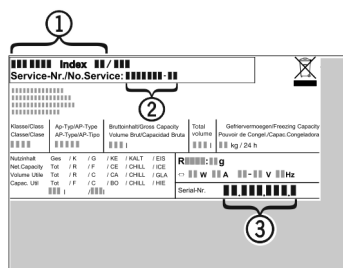

Fig. 11
► Relever la désignation de l'appareil Fig. 11 (1), le n° de service Fig. 11 (2) et le n° de série Fig. 11 (3) sur la plaquette signalétique. Cette plaquette se trouve sur la paroi intérieure gauche de l'appareil.
► Informer le S.A.V. et lui communiquer la panne, la désignation de l'appareil Fig. 11 (1), le n° de service Fig. 11 (2) et le n° de série Fig. 11 (3).